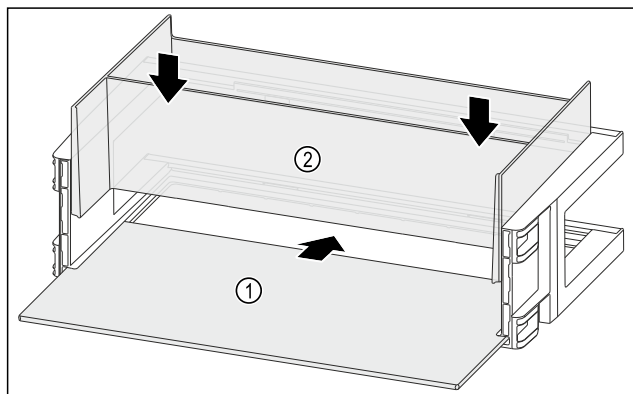

Fig. 114
- ▶ Wsunąć półkę Fig. 114 (1) w boczne wycięcia.
- ▶ Włożyć organizer Fig. 114 (2).